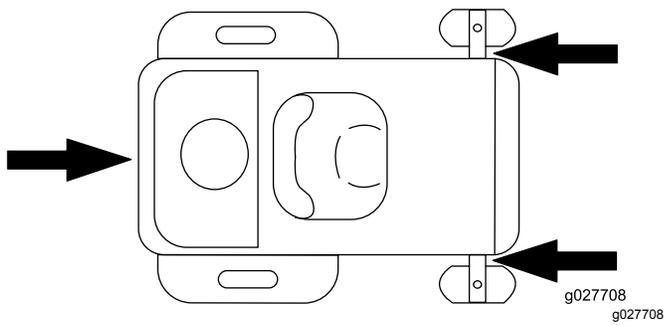

Figure 32
- Arrimez la machine près des roues pivotantes avant et du pare-chocs arrière à l'aide de sangles, chaînes, câbles ou cordes (Figure 32). Reportez-vous à la réglementation locale concernant les exigences en matière d'arrimage.